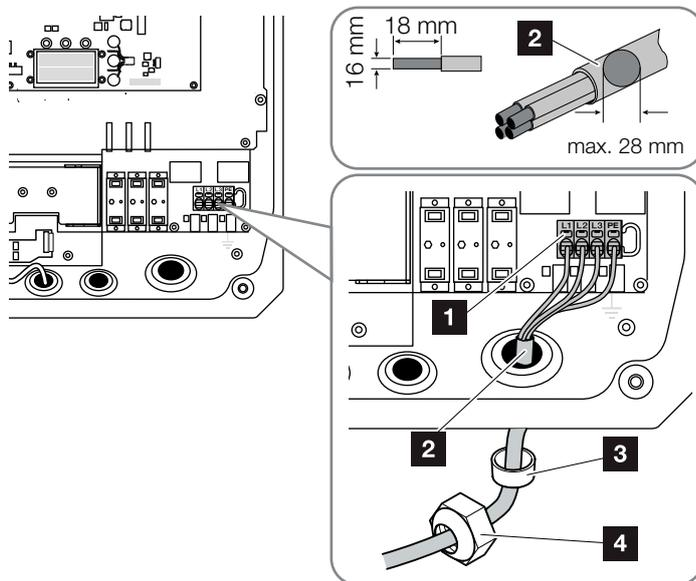

Abb. 21: Netzzuleitung am Wechselrichter anschließen
7. Die Adern der Netzzuleitung entsprechend der Beschriftung an der AC-Anschlussklemme anschließen. **!** **☑** **Abb. 21, Pos. 1**